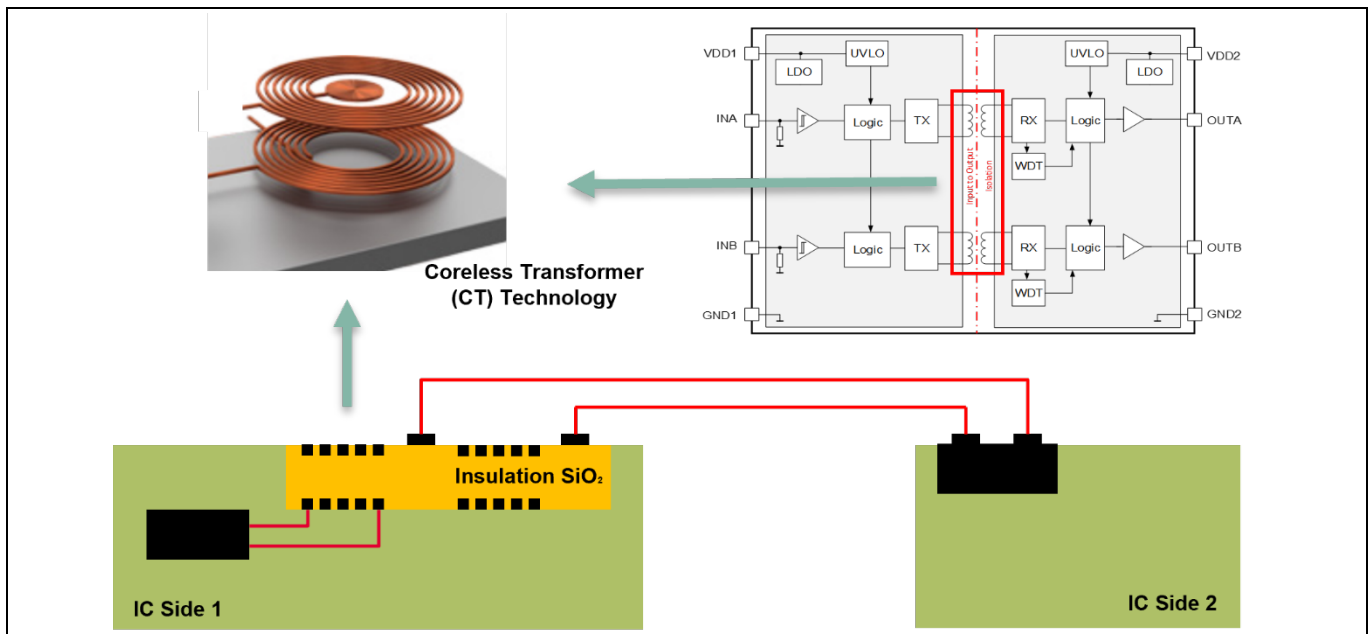

Figure 1 ISOFACE™デジタルアイソレータ製品に使用されるインフィニオンのCTの断面図
インフィニオンの最初のデジタルアイソレータファミリーは、インフィニオンの特許技術であるコアレストランス (CT) 技術を使用して、異なる電圧領域を横断する信号を分離します。この技術は、Figure 1 に示すように、半導体製造プロセスを利用して、二酸化ケイ素 (SiO₂) 絶縁バリアで分離された金属スパイラルからなるオンチップトランスを統合する電磁結合絶縁技術です。オンチップコアレストランスは、入力チップと出力チップ間の信号伝送に使用されます。さらに、グリッチフィルタ、通信変調、ウォッチドッグ、低電圧ロックアウト (UVLO) などの機能が統合されており、高電圧やノイズが存在する過酷な産業環境においても、堅牢でフェイルセーフなデータ伝送を実現します。